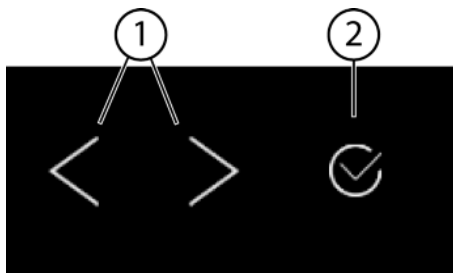
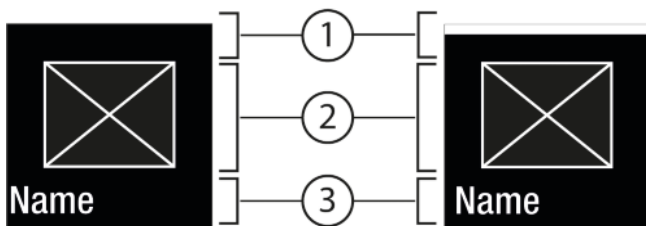

Fig. 5
Fig. 6
(1) Navigační šipka doleva / doprava
(2) Potvrzení doprava
Navigační šipka doleva / doprava Fig. 5 (1):
Potvrzení Fig. 5 (2):
- Navigujte navigační šipkou doleva / doprava Fig. 5 (1).
- Pomocí Potvrzení Fig. 5 (2) funkci / nastavení aktivujte Fig. 6 (1) / deaktivujte Fig. 6 (1).
- Pomocí Potvrzení Fig. 5 (2) vyvolejte podmenu Fig. 7 (4).
- Nastavení nové hodnoty: Vyberte pomocí Potvrzení Fig. 5 (2) deaktivovanou hodnotu Fig. 6 (1).
- Zpět do menu: Vyberte pomocí Potvrzení Fig. 5 (2) již aktivovanou hodnotu Fig. 6 (2).
- ▶ Tiskněte navigační šipky *Fig. 5 (1)*, dokud se nezobrazí .
- ▶ Stiskněte Potvrzení *Fig. 5 (2)*.
- ▶ Tiskněte navigační šipky *Fig. 5 (1)*, dokud se nezobrazí funkce.
- ▶ Zvolte navigačními šipkami *Fig. 5 (1)* hodnotu nastavení.
- ▷ Stav: aktivováno *Fig. 6 (1)* se krátce zobrazí v podmenu *Fig. 7 (4)*.
- ▶ Tiskněte navigační šipky *Fig. 5 (1)*, dokud se nezobrazí nastavení .
- ▶ Tiskněte navigační šipky *Fig. 5 (1)*, dokud se nezobrazí požadované nastavení.